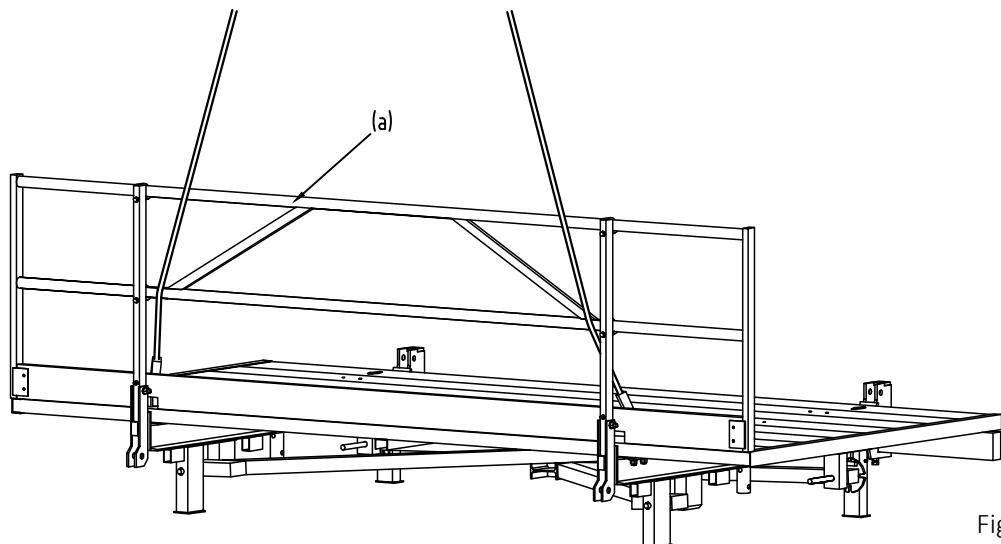

Fig. 1
- 1 Déplier le garde-corps (a) et l'enclencher. Suspendre le palan aux étriers noyés dans le revêtement de la plateforme du garde corps suivant et guider derrière le garde corps (voir fig. 1).